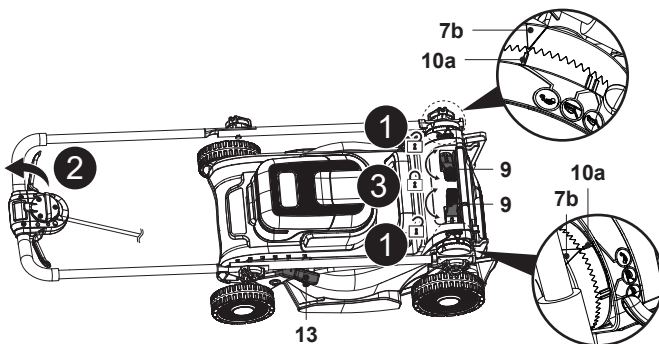

Fig. 21
- Retire el recogedor de hierba (8)/accesorio triturador (24).
- Sitúe la palanca de ajuste de la altura de corte (13) en la posición más baja.
- Afloje las dos palancas de sujeción (9) y pliegue por completo el conjunto del manillar (Fig. 21, pasos 1 y 2).
- Bloquee las dos palancas de sujeción (9) para fijar bien el conjunto y asegúrese de que el triángulo indicador (7b) está alineado con el indicador de estacionamiento (10a) para evitar que el producto se abra (Fig. 21, paso 3).
- Guarde el cortacésped en horizontal o en vertical (Fig. 21).